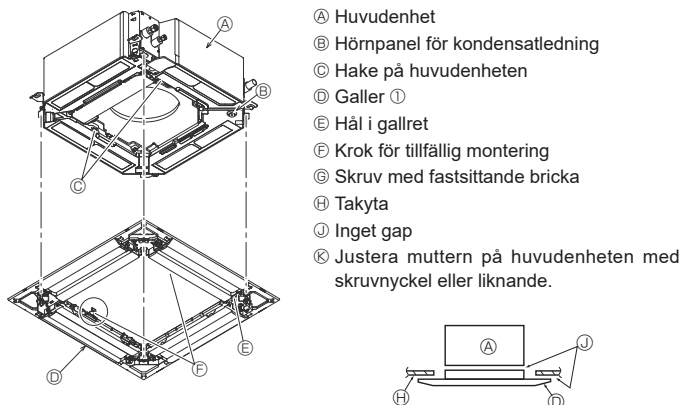

Fig. 9-6
9.4.2. Tillfällig montering av galleret (Fig. 9-6)
- Sätt fast galleret på huvudenheten genom att dra åt de förmonterade skruvarna. (Fig. 9-6)
Kontrollera att det inte finns några gap mellan huvudenheten och galleret eller mellan galleret och takytan. (Fig. 9-6)